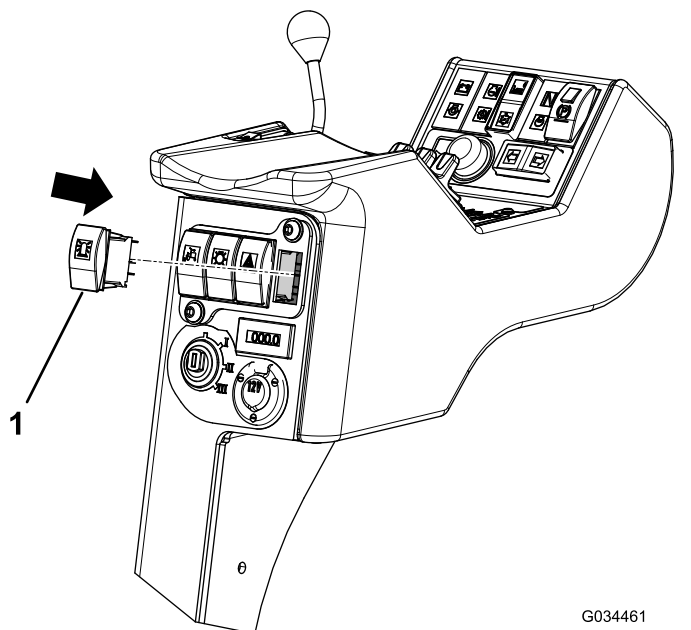

Figura 15
3. Premete l'interruttore nell'alloggiamento fino a quando non scatta in posizione (Figura 15).